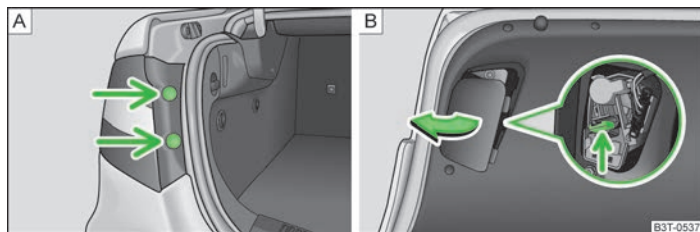

Fig. 189 Desmontar la parte exterior de la luz posterior/Desmontar la parte interior de la luz posterior
- Retirar el tapón » fig. 189 - **A** y desatornillar con una llave Torx la luz trasera » página 207, Herramienta de a bordo.
- Atornillar firmemente la luz posterior y hundir los tapones » fig. 189 - **A**.
- Retirar la cubierta de la luz posterior en la parte interior de la tapa de maletero » fig. 189 - [B].
- Presionar la pestaña de enclavamiento » fig. 189 - [B] y extraer el portalámparas del alojamiento de la luz posterior.